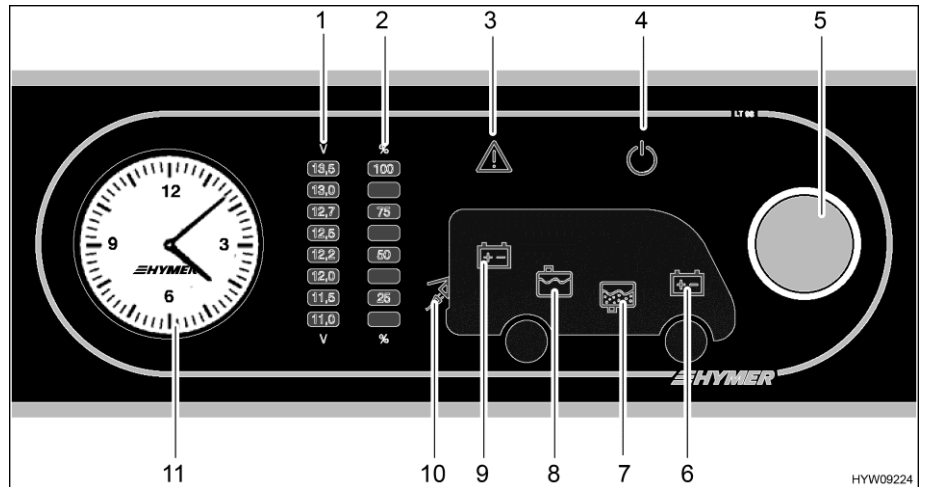

Fig. 130 Panel (LT 98)
El pulsador giratorio (Fig. 130,5) conecta y desconecta el panel y la alimentación de 12 V del habitáculo.
Conectar: ■ Presionar el pulsador giratorio (Fig. 130,5): La alimentación de 12 V del habitáculo está conectada. La luz de control de 12 V (Fig. 130,4) se enciende.
Desconectar: ■ Presionar el pulsador giratorio (Fig. 130,5): La alimentación de 12 V del habitáculo está desconectada. Se apaga la luz de control de 12 V (Fig. 130,4).
A través del pulsador giratorio (Fig. 130,5) se puede consultar tanto la tensión de la batería del habitáculo como la tensión de la batería del motor de arranque. La tensión es indicada en la escala indicadora de la tensión de batería (Fig. 130,1).
Indicar: ■ Girar el pulsador giratorio (Fig. 130,5) hasta que esté iluminado el símbolo de la batería para la cual se habrá de consultar la tensión.
Se indica la tensión de la batería del habitáculo (Fig. 130,9)
Se indica la tensión de la batería del motor de arranque (Fig. 130,6)
- Leer la tensión en la escala indicadora Tensión de batería (Fig. 130,1).
A través del pulsador giratorio (Fig. 130,5) se puede consultar tanto el nivel de llenado del depósito de agua como el nivel de llenado del depósito de aguas residuales. El nivel de llenado es indicado en la escala indicadora Nivel de llenado del depósito (Fig. 130,2).
- Girar el pulsador giratorio (Fig. 130,5) hasta que esté iluminado el símbolo del depósito para el cual se habrá de consultar el nivel de llenado.
Se indica el nivel de llenado del depósito de agua (Fig. 130,8)
Se indica el nivel de llenado del depósito de aguas residuales (Fig. 130,7)
- Leer el nivel de llenado la escala indicadora Nivel de llenado del depósito (Fig. 130,2).
La luz de alarma Alarma (Fig. 130,3) parpadeará tan pronto se sobrepase o se quede abajo de valores límite definidos.
La luz de alarma Alarma (Fig. 130,3) parpadeará tan pronto la tensión de la batería quede abajo de 11 V. En caso de que esté conectada la alimentación de 12 V, adicionalmente estará iluminado el símbolo de batería correspondiente (Fig. 130,6 ó 9), y la indicación "11,0" de la escala indicadora Tensión de batería (Fig. 130,1) parpadeará. Amenaza de descarga completa.
La luz de alarma Alarma (Fig. 130,3) parpadeará y el símbolo del depósito correspondiente (Fig. 130,7 ó 8) estará iluminado tan pronto esté vacío el depósito de agua o lleno el depósito de aguas residuales.
Se enciende la luz de control de 230 V (Fig. 130,10) cuando hay tensión de red en la entrada del bloque eléctrico.